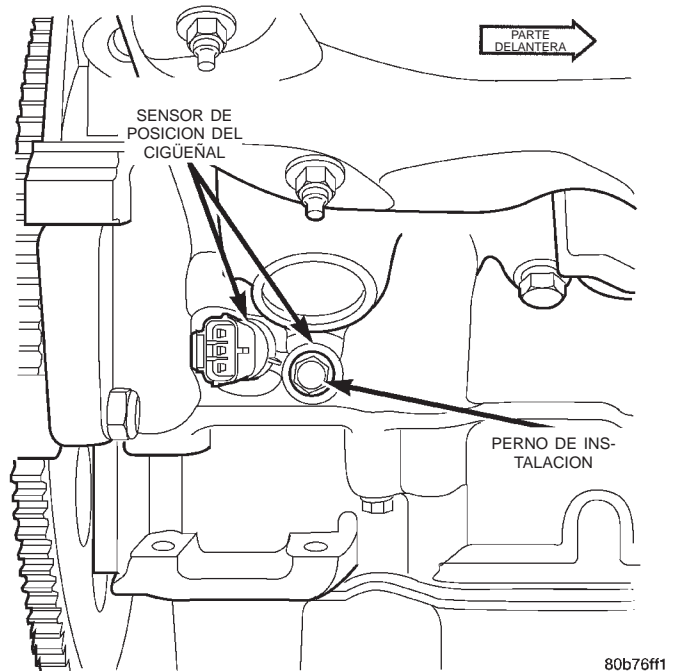

Fig. 31 Desmontaje e instalación del sensor de CKP—motor 4.7L V-8
- (3) Retire el perno de instalación del CKP (Fig. 31).
- (4) Extraiga cuidadosamente el sensor del bloque del motor con un movimiento de balanceo empleando dos destornilladores pequeños.
- (5) Retire el sensor del vehículo.
- (6) Verifique el estado del anillo O del sensor.